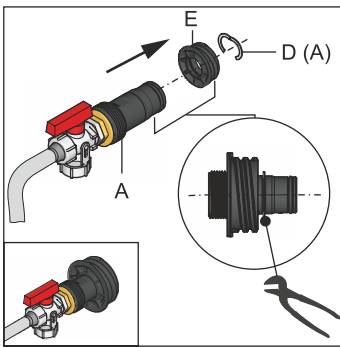

Bild 79-3 Komplettering av KFE-påfyllningsanslutning
- 1 Stick in KFE-påfyllningsanslutningen i gängstycket (Bild 79-3, pos. E) och säkra med klämstycket (Bild 79-3, pos. D).